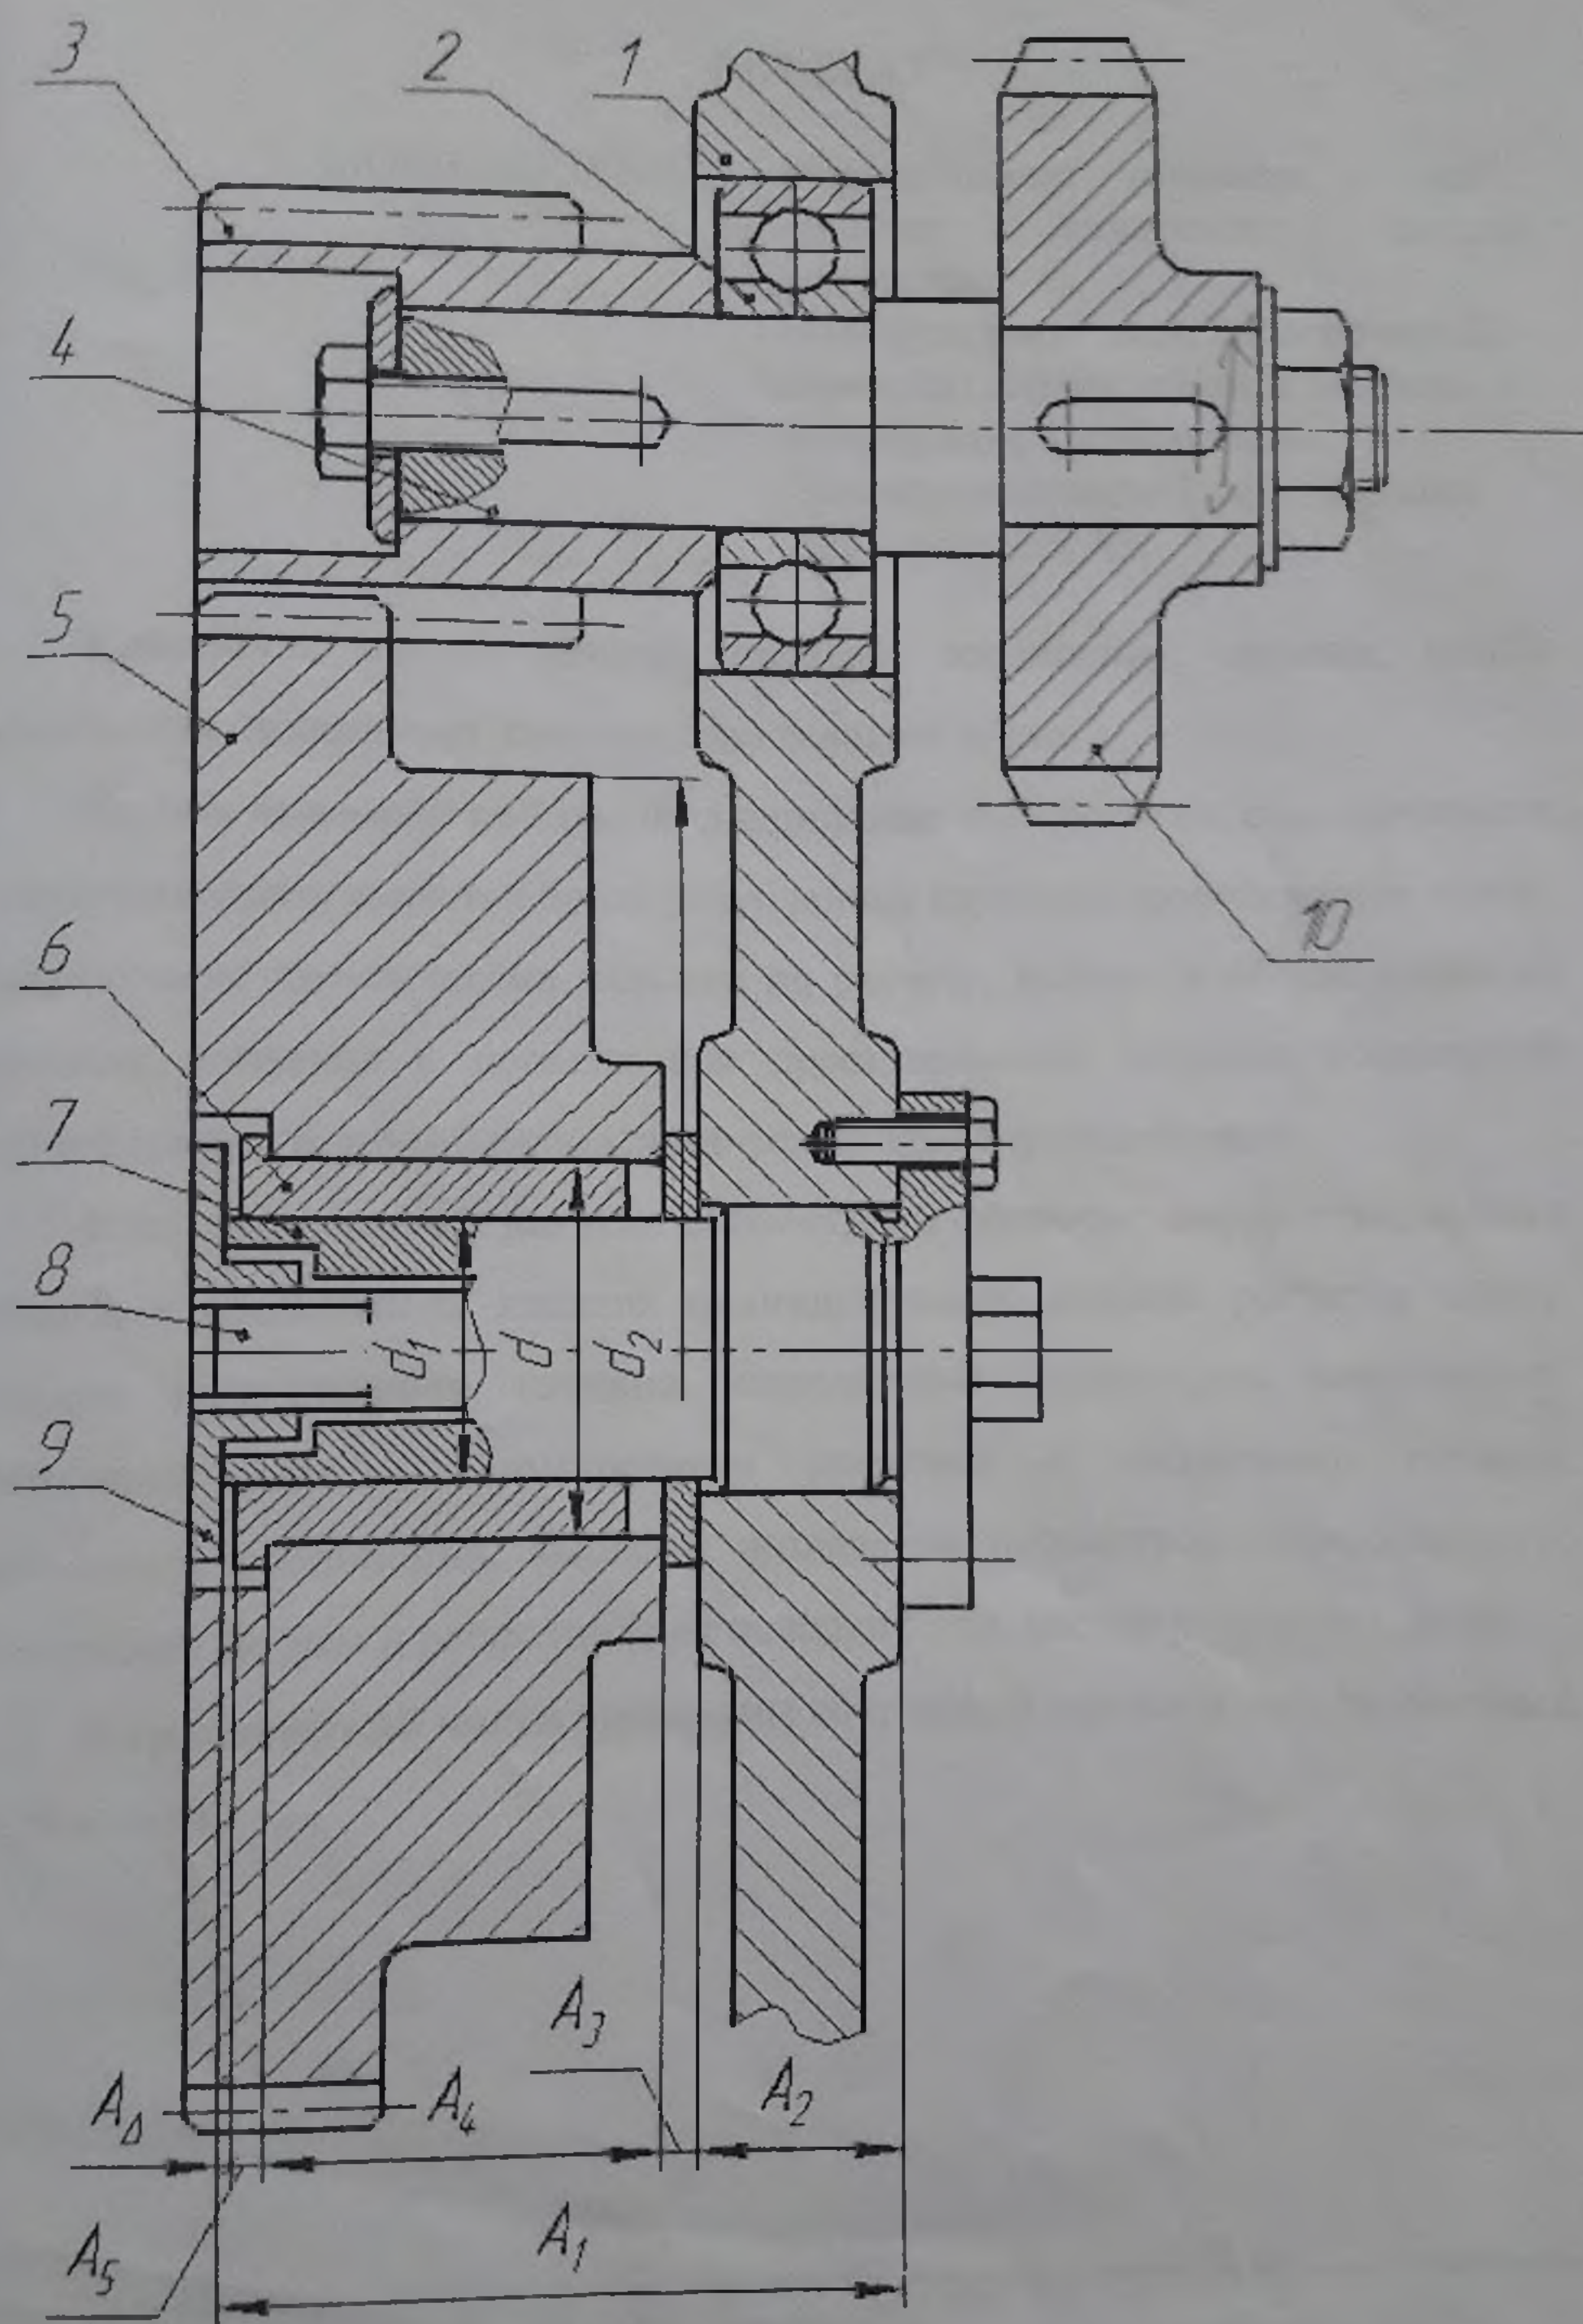

Рисунок 1 – Узел редуктора
1. Описание работы узла редуктора (Рисунок 1).